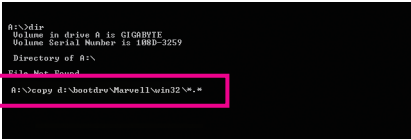

图3
- 若要复制Marvell 9128控制器的驱动程序，请输入(图3)：(注三)